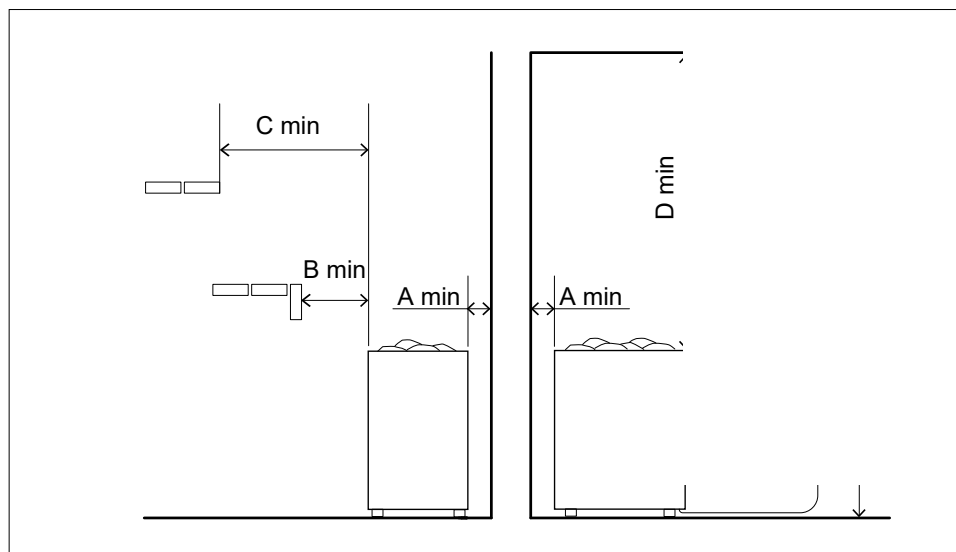

Bild 6.1-1. Minimisäkerhetsavstånd till aggregatet
Vid behov kan man bygga ett skyddsräcke runt bastuaggregatet. Vid planeringen ska man alltid följa de minimiskyddsavstånd till brännbara strukturerna som anges i anvisningarna (bild 6.1-1 och tabell 6.1-1). Felaktig installation orsakar brandrisk.
- Bastuaggregatet kan också installeras i en vägnisch. Då ska skyddsavstånden enligt bild 6.1-1 beaktas.
- Styrpanelen får inte installeras på platser där temperaturen överstiger den maximala temperaturen på 80 °C. Om styrpanelen installeras i basturummet ska installationsplatsen vara minst på ett minimiskyddsavstånd (0,7 m) från bastuaggregatet och högst en meter (1 m) från golvet (bild 6.1-1).